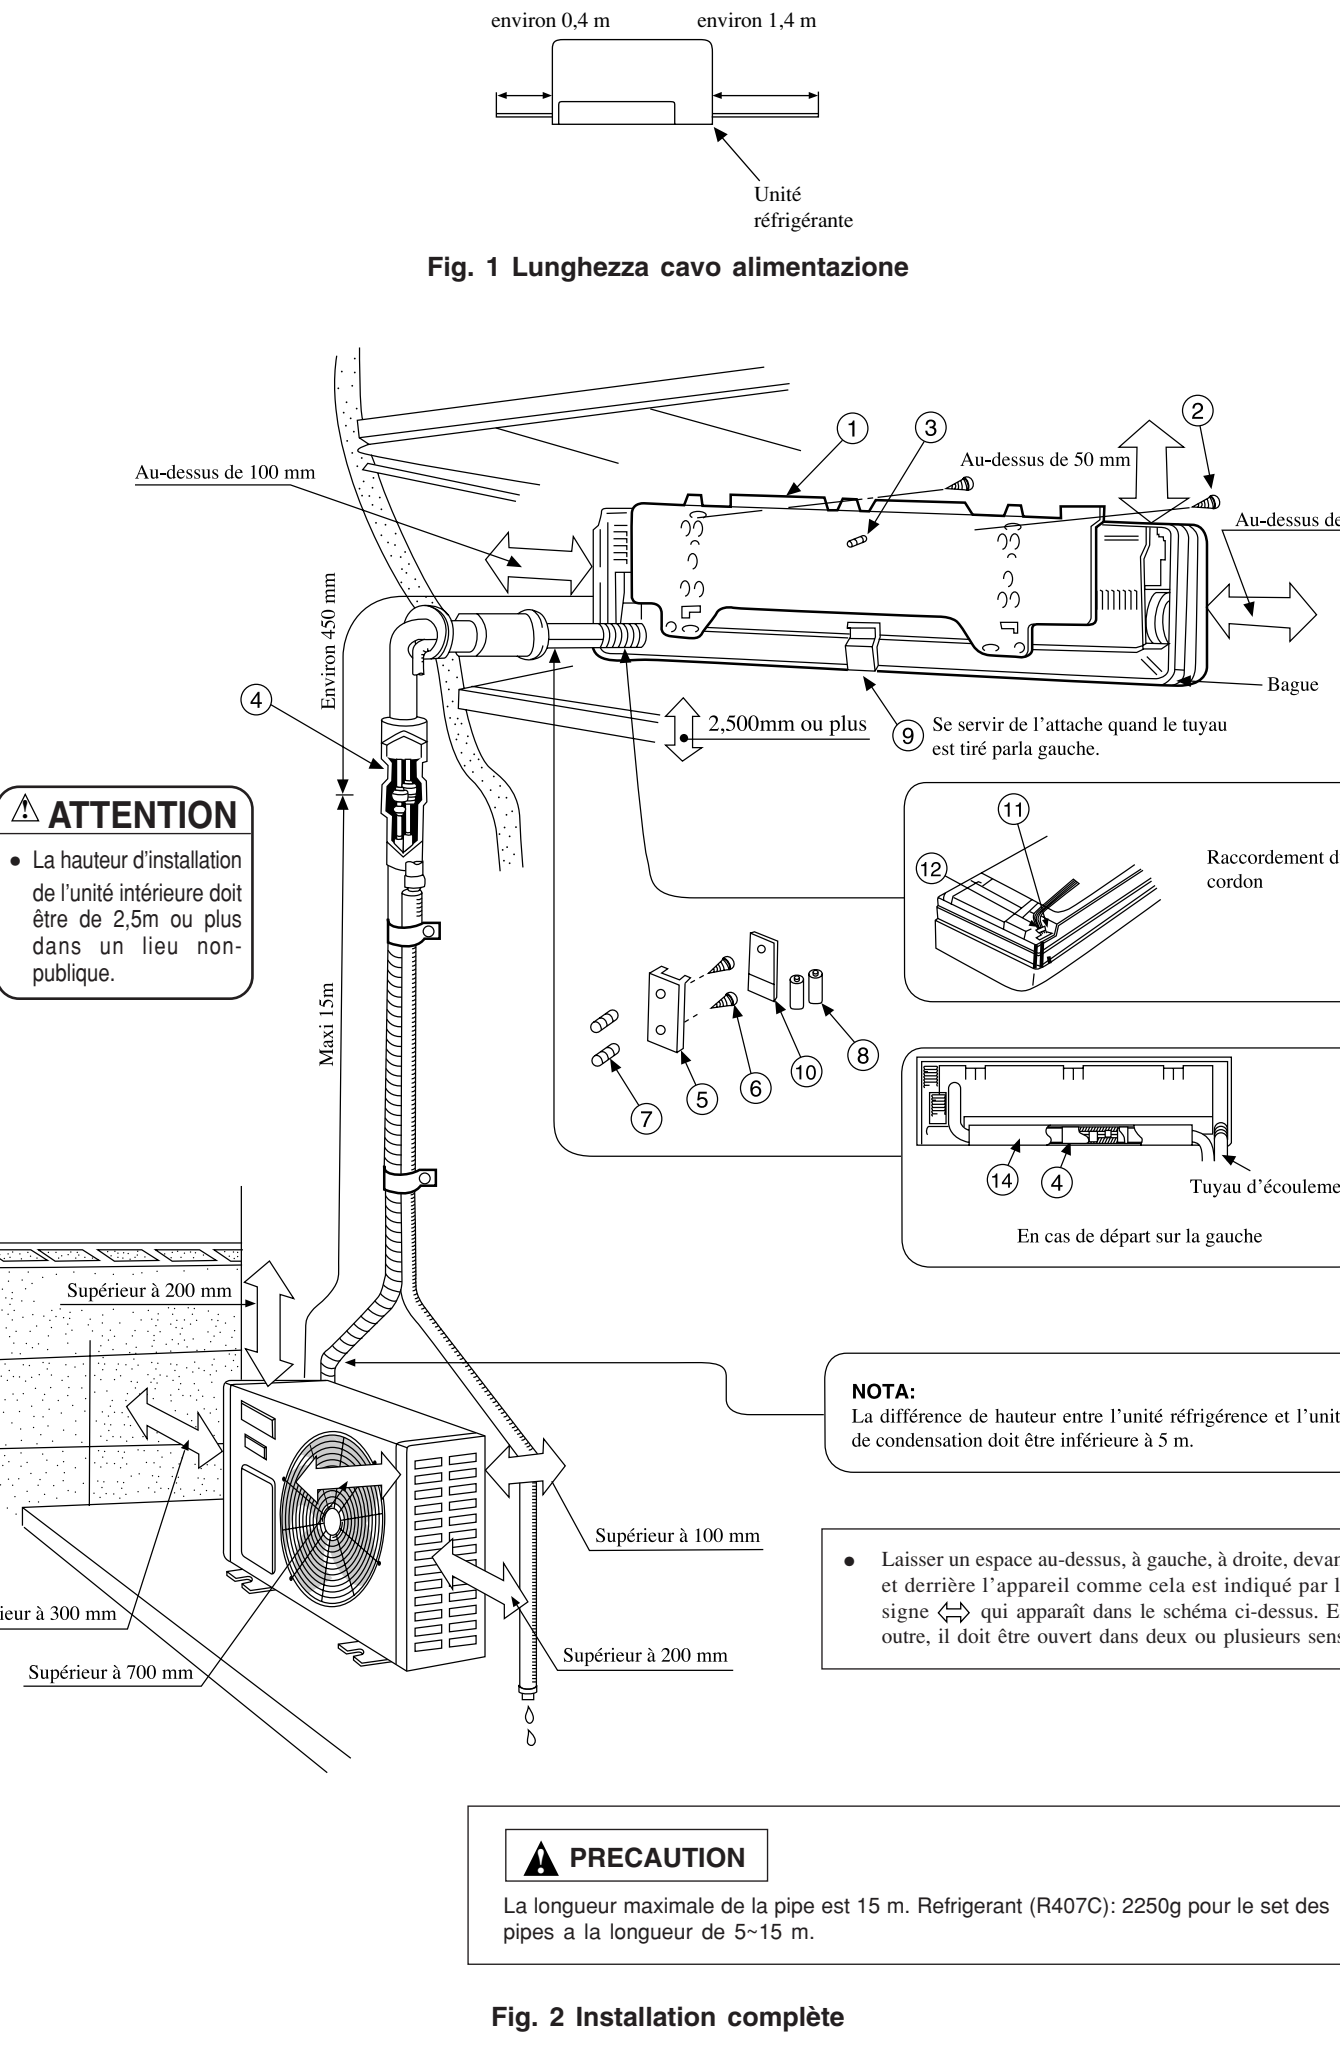

Fig. 2 Installation complète
- (1) Garder autour de l'unité les espaces suivants pour l'accessibilité du service ultérieur de la maintenance.
- (2) Garder l'espace tel qu'indiqué à la figure 2.
- (3) L'unité intérieure doit être installée de manière à ce que sa hauteur par rapport au sol soit supérieure à 175 cm.
- (4) Les tuyaux réfrigérants peuvent être tirés par derrière, par le dessous, par le côté gauche ou le côté droit de l'unité intérieure. Dans le cas où les tuyaux réfrigérants sont tirés par le côté gauche, assurez-vous du bon fonctionnement de l'écoulement de l'eau de condensation. Lorsque les tuyaux sont tirés par le côté gauche, les tuyaux peuvent être connectés facilement en préformant les tuyaux avant l'installation.
- (1) Garder autour de l'unité l'espace pour la maintenance et pour assurer une bonne ventilation de l'unité. (Voir figure 2).
- (2) L'installation est préférable au nord ou à l'est du bâtiment. Cependant, si l'installation au sud ou à l'ouest est inévitable, il sera alors nécessaire de mettre des auvents. (Dans ce cas, les auvents ne doivent pas gênés le bon fonctionnement de la ventilation).
- (3) Dans la mesure du possible, éviter d'installer l'unité dans un lieu directement exposé aux poussières et à la pluie.
- (4) La placer le plus près possible de l'unité intérieure.